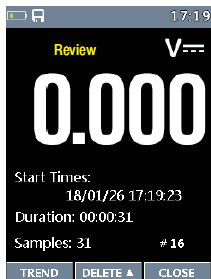

Fig136
• In het Record menu (opnemen) drukt u op ▲ of ▼ om Review (bekijken) te selecteren. Druk op ► om naar View Record measurement (opgenomen metingen bekijken) te gaan (Fig.136).